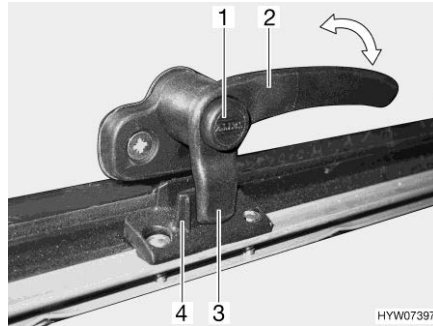
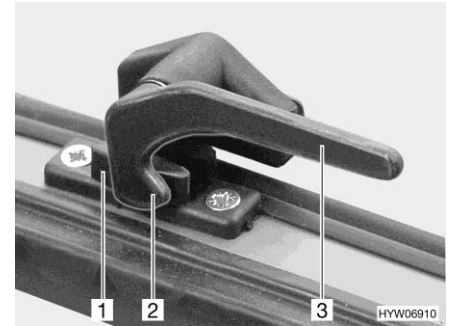

Fig. 93 Lever de verrouillage avec bouton de sécurité en position "Fermé"
Fig. 94 Lever de verrouillage en position "Fermé"
- S'il existe, appuyer sur le bouton de sécurité (Fig. 93,1) et le maintenir enfoncé.
- Tourner le levier de verrouillage (Fig. 93,2 ou Fig. 94,3) d'un quart de tour vers le centre de la fenêtre.
- Tourner le levier de verrouillage (Fig. 93,2 ou Fig. 94,3) d'un quart de tour vers le cadre de la fenêtre.
- Le tenon de verrouillage (Fig. 93,3 ou Fig. 94,2) du levier de verrouillage repose complètement sur le côté intérieur du verrouillage de fenêtre (Fig. 93,4 ou Fig. 94,1).
- En position "Fermé" (Fig. 93 et Fig. 94)